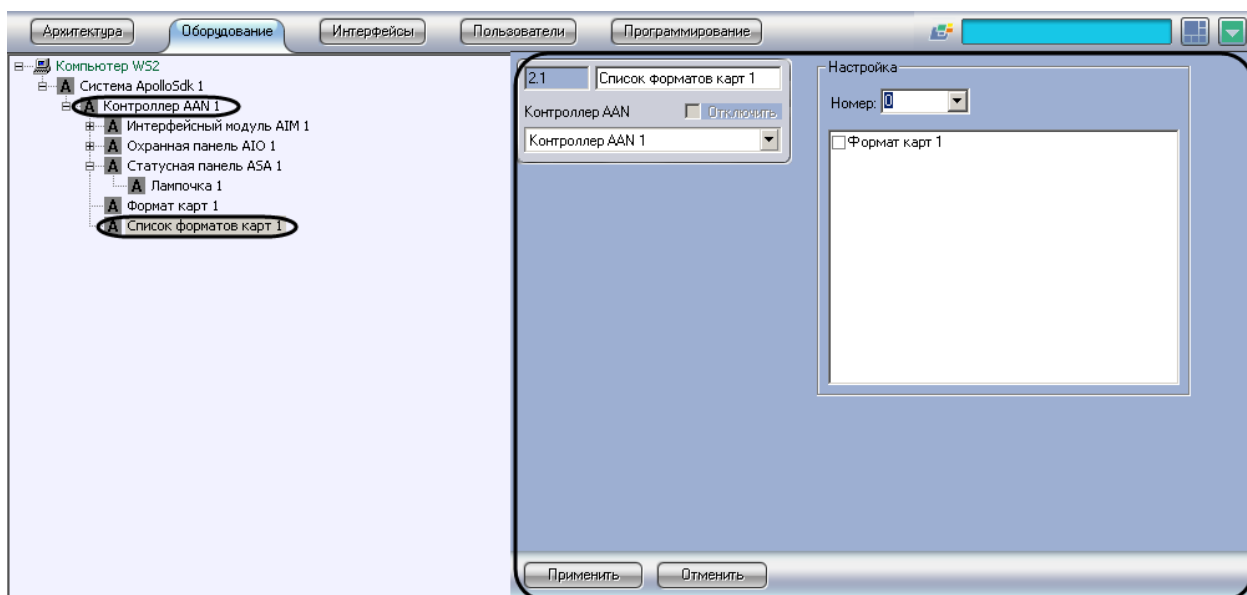

Рис. 3.4-3 Объект Список форматов карт
1. На базе объекта **Контроллер AAN** создать объект **Список форматов карт** (Рис. 3.4-3).